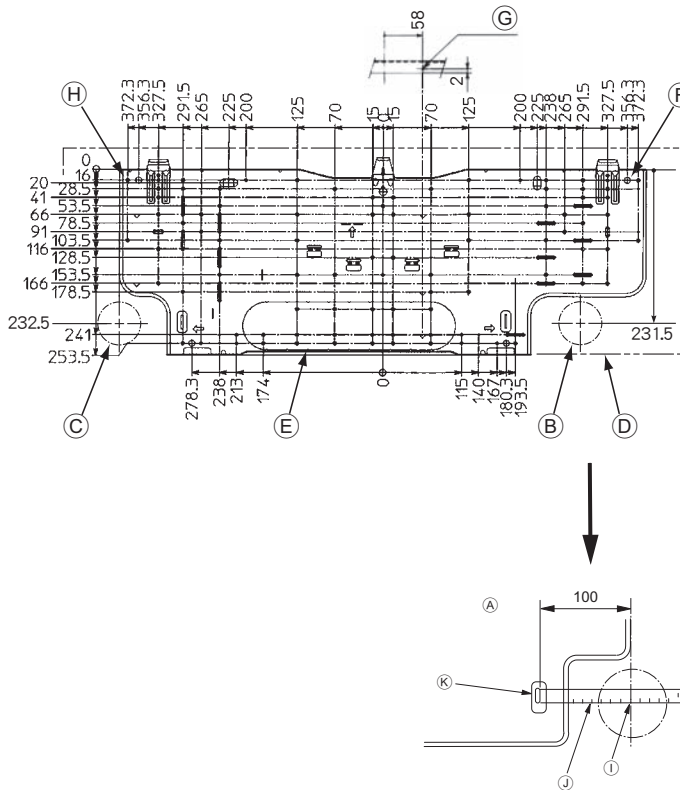

Fig. 3-2
■ PKFY-P-VHM-E (Fig. 3-2)
- Ⓐ Montageplatte ①